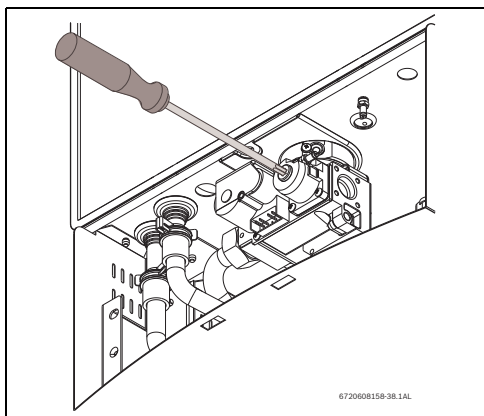

Fig. 41 Ajuste de CO2 en modo P2
- Remover la pintura amarilla de precintado/sellado, de la tapa de protección de la parte delantera de la válvula de gas y removerla con una llave Torx nº 40, Fig.41.
- Colocar la tapa de protección de la parte delantera de la válvula de gas, Fig.41.